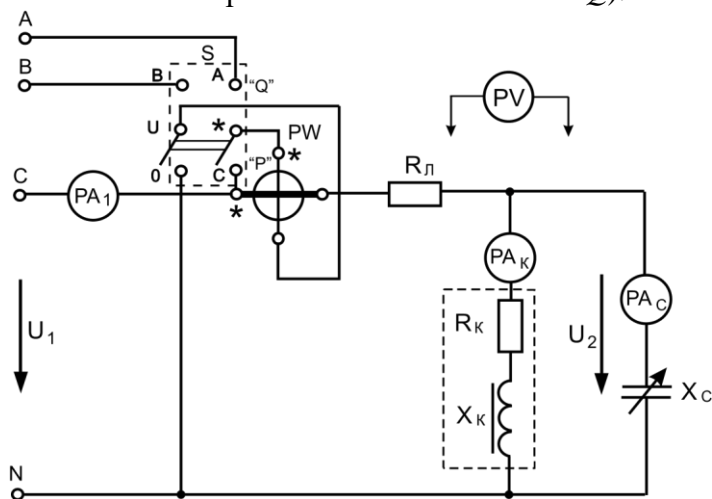

Рис. 5.2. Электрическая схема исследования цепи
11. В электрической цепи (см. рис. 5.2) произвели полную компенсацию реактивной мощности. На основании показаний каких приборов можно сделать такое заключение? Объяснить при помощи векторных диаграмм и с физической точки зрения.